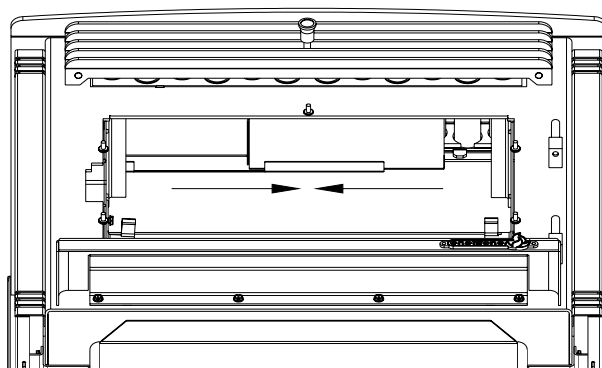

Figure 46
- Ouvrez la porte et enlevez le coupe-feu du poêle. Glissez les 2 parties mobiles, vers le centre(Figure 46) Fermez la porte.